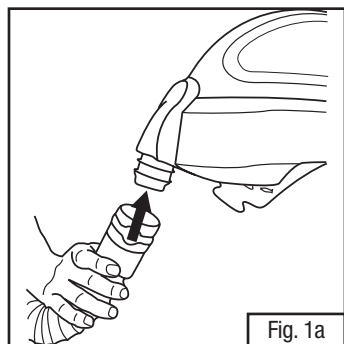

Fig. 1a
- Connecter les tuyaux de respiration approuvés en poussant l'extrémité du raccord à détachement rapide (c.-à-d. l'extrémité avec une pince de Mohr bleue) dans l'admission d'air de la pièce faciale (Fig. 1a). Le tuyau de respiration émettra un bruit de clic lorsqu'il sera fixé. S'assurer que le tuyau de respiration est bien fixé à la pièce faciale en tirant sur la connexion. S'il n'est pas connecté adéquatement, le détacher et le connecter à nouveau.